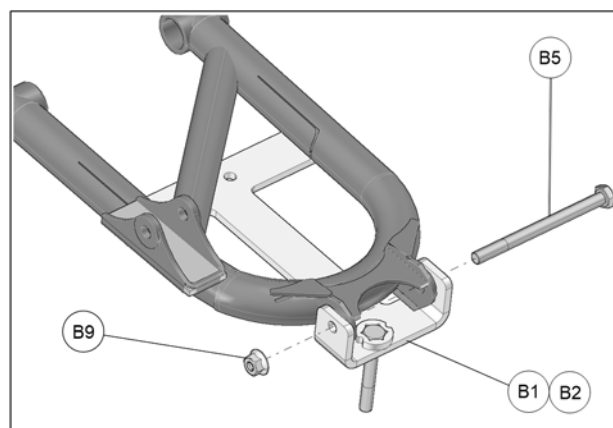

Fig. 8
7. Insérer le nouveau boulon M10x150mm (**B5**) à travers l'ancrage, le bras de suspension et le moyeu de roue. Placer le couvercle d'ancrage (**B3**) sur le bras de suspension. Voir la Fig. 8